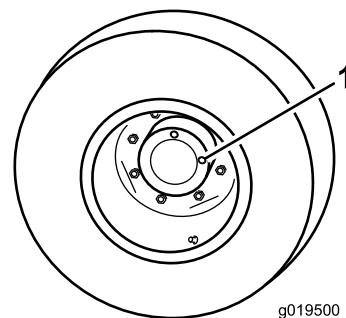

Bild 91
1. Wenn die Maschine auf einer ebenen Fläche steht, positionieren Sie das Rad so, dass eine Prüfschraube auf 12 Uhr und die andere auf 3 Uhr steht (Bild 91).
1. Prüf-/Ablassschraube (2)
2. Entfernen Sie die Schraube, die auf 3 Uhr steht (Bild 91).